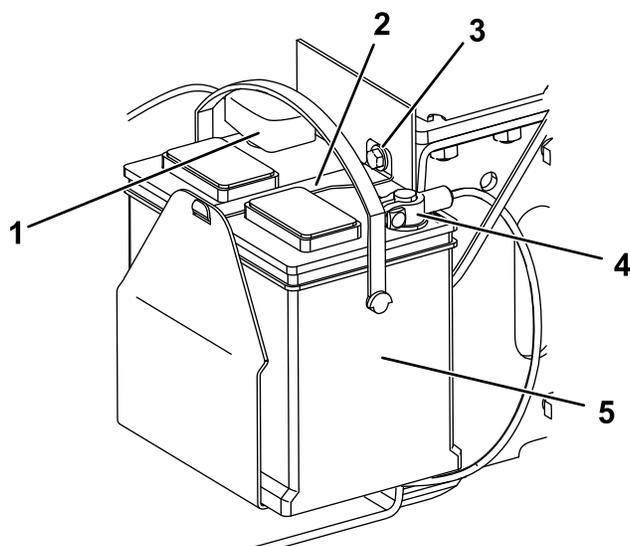

図 38
- バッテリー固定用のボルト、ワッシャ、押さえ棒を外す 図 38。
- バッテリー端子から、マイナス黒アース側ケーブルを外す 図 38。締結具はすべて保管しておく。
- バッテリー端子から、プラス赤ケーブルを外す 図 38。締結具はすべて保管しておく。
1. 先ほど取り外したねじ類を再使用して、プラスケーブル赤いケーブルをバッテリーのプラス端子に取り付ける **図 38**。
3. 先ほど取り外したねじ類を再使用して、マイナスケーブル黒いケーブルをバッテリーのマイナス端子に取り付ける **図 38**。
4. 押さえ棒、ボルト、ワッシャでバッテリーを固定する **図 38**。